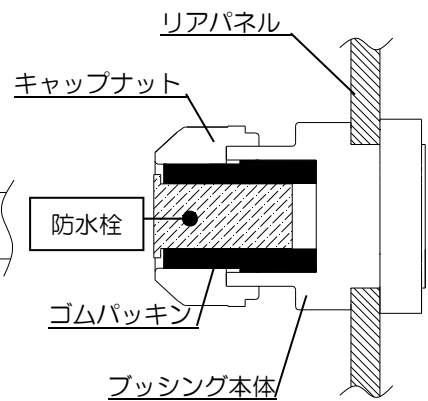

図 2-3 防水処理
- ③ケーブルを 1 本のみでご使用される場合は、ケーブルを通さない方のケーブルブッシングに、図 2-3 のように防水栓を確実に取り付けてください。